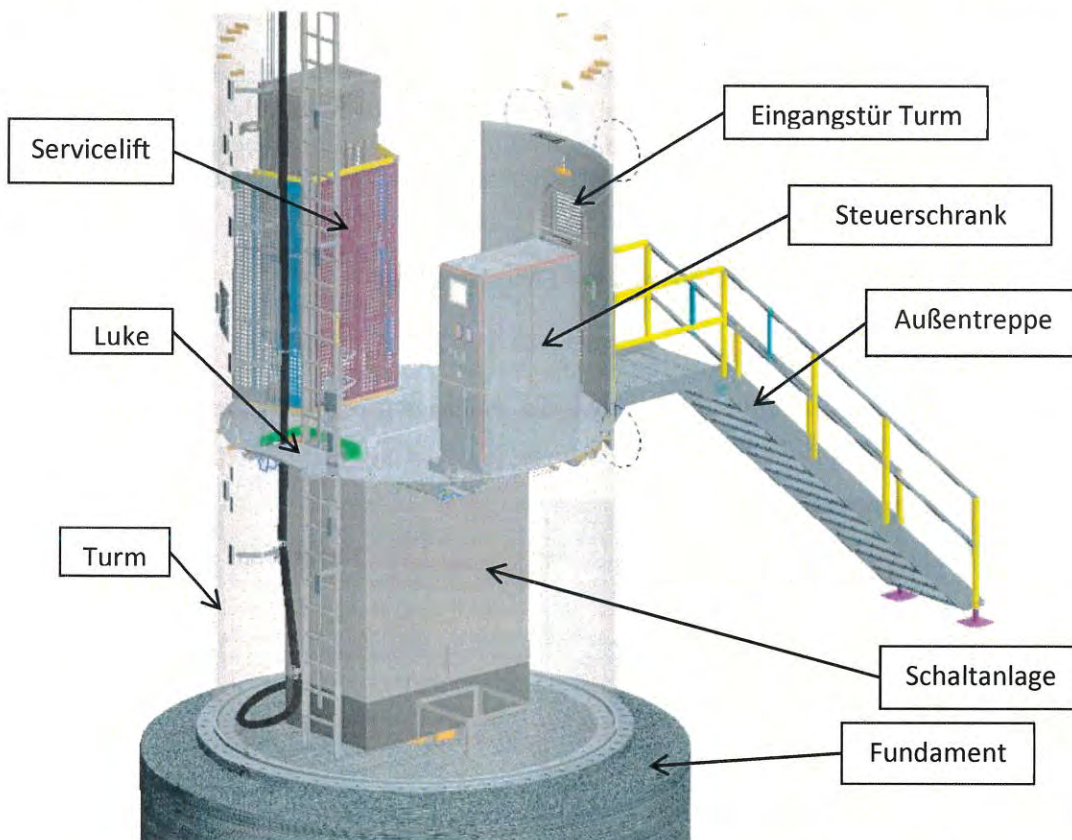

Abbildung 1: Darstellung des unteren Turmbereiches mit Hauptkomponenten
- Abbildung 1: Darstellung des unteren Turmbereiches mit Hauptkomponenten